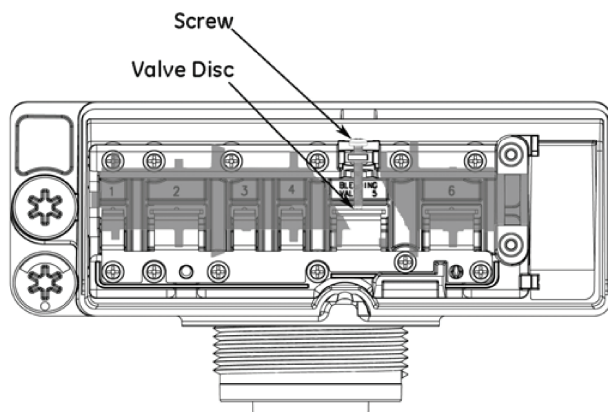

Figura 11
Consultare figura 11 a pagina 6 per la regolazione della durezza in uscita
2. Con un cacciavite a stella stringere la vite di regolazione della durezza fino a quando la parte filettata non tocca il flapper corrispondente (Figura 11)